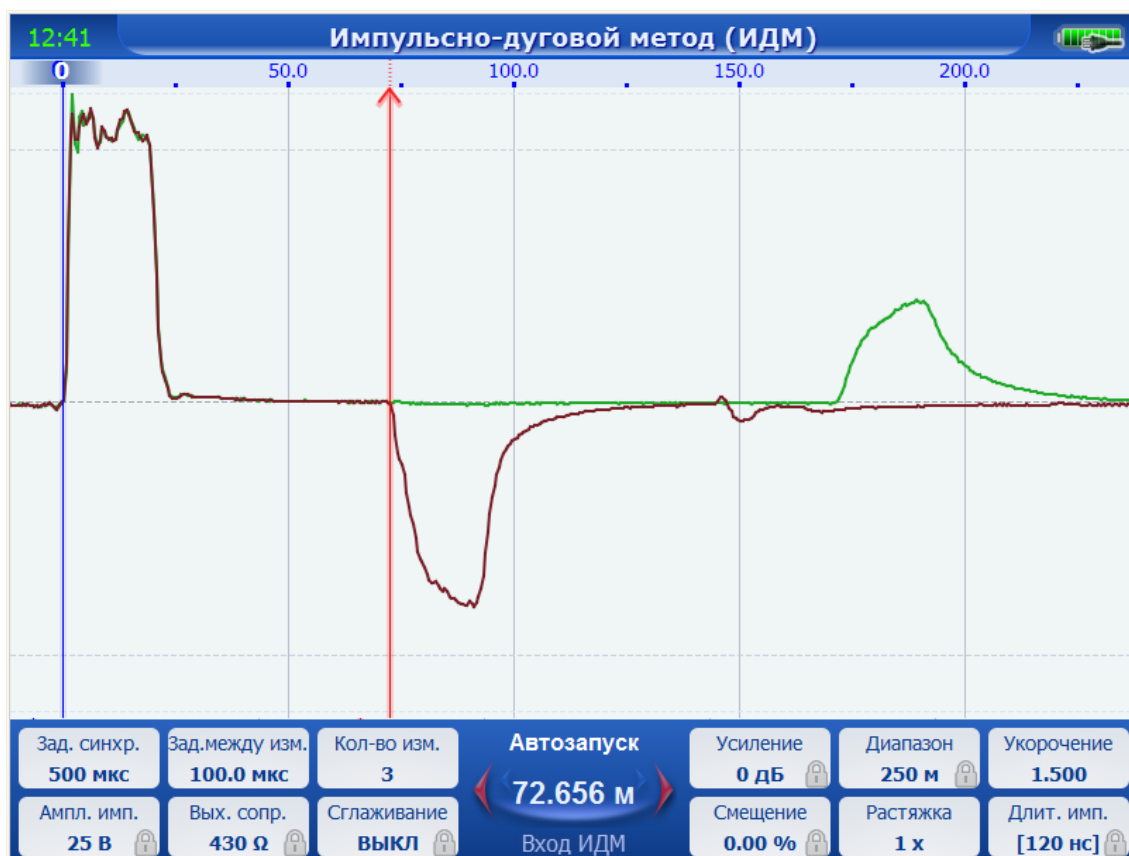

Рис. 61
**Примечание.** В режимах, когда ожидается событие синхронизации, изменение параметров не доступно, о чем свидетельствуют пиктограммы замочка в полях со значениями на панели управления (рис. 61).
На генераторе ударных импульсов установите небольшое напряжение и запустите ударный импульс. При появлении на входе РЕИС-405 импульса амплитудой 5-40 В производится однократное считывание РФГ линии. На экране будут отображаться две наложенные друг на друга РФГ (рис. 61): одна – при отсутствии дуги, вторая - во время горения кратковременной дуги. В центре панели управления над расстоянием между курсорами будет указан режим **Данные с линии**. При необходимости можно записать результат измерений в память.
Расстояние до места дуги определите посредством установки измерительного курсора на начало отражения от дуги, как показано на рис. 61.